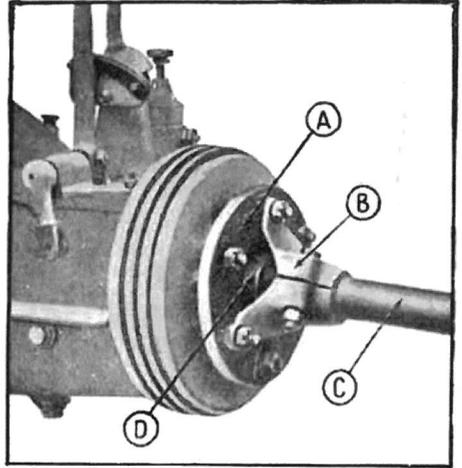

Fig 93. — Accouplement de l'arbre de cardan avec la poulie de frein.
- 9—Réaccoupler l'arbre de cardan avec la boîte de changement de vitesses en avançant le disque flexible d'accouplement et son plateau sur les goujons de la poulie de frein, serrer les écrous de ces goujons en assurant un parfait centrage à la transmission (fig. 93).